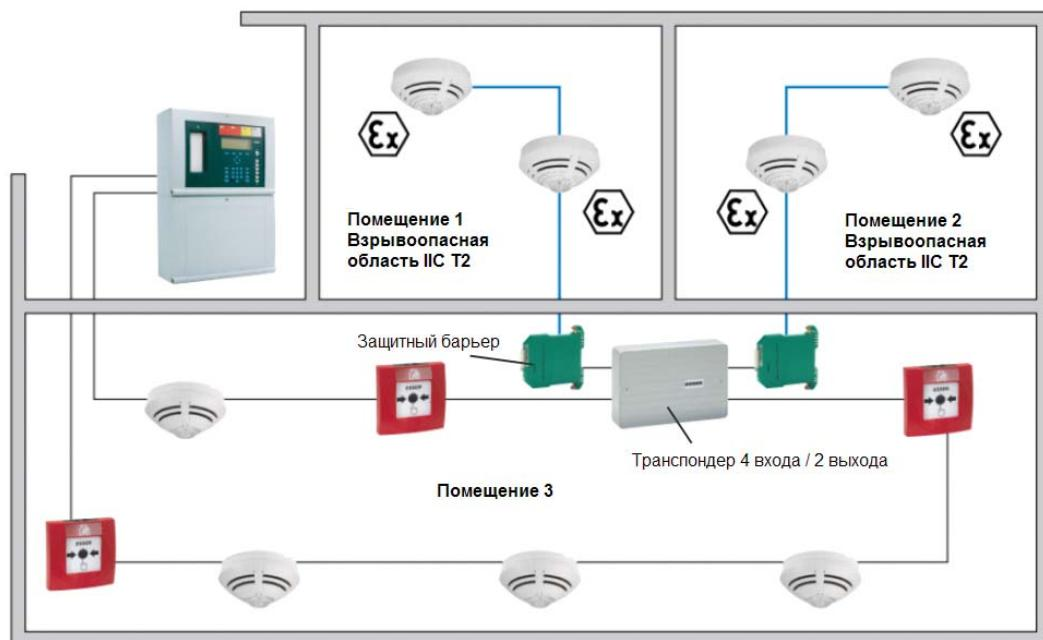

Рисунок 90 – Построение системы: неадресные шлейфы во взрывоопасных областях
- Необходимо учитывать, что алгоритм срабатывания по двум извещателям невозможно реализовать при неадресном типе подключения (см. Рисунок 90 – Построение системы: неадресные шлейфы во взрывоопасных областях)